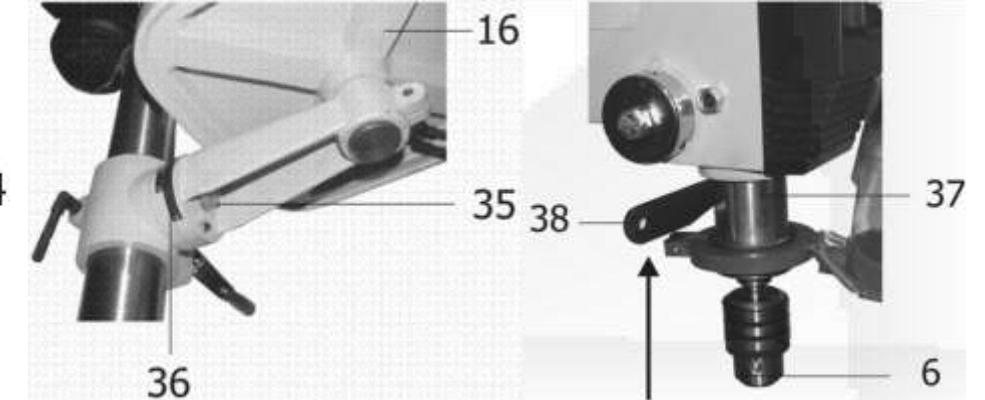

Рис. 10
10.9. Для установки угла поворота плоскости рабочего стола (16) относительно шпинделя необходимо ослабить крепление болта (35), и ориентируясь по шкале (36), изменять угол наклона рабочего стола (16), Рис.10. Затем зафиксировать полученное положение, затянув болт (35), Рис.10.